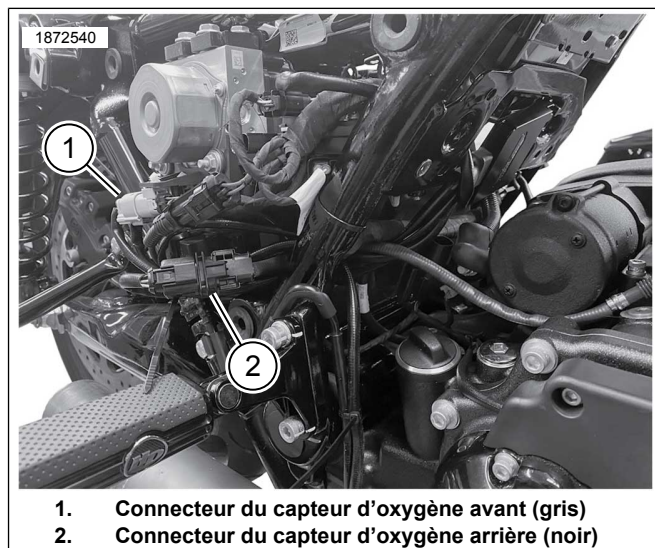
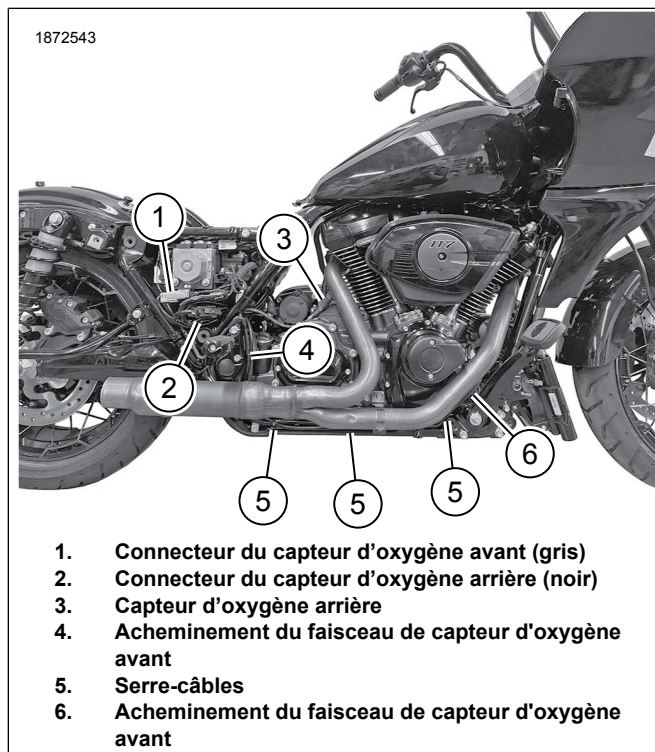
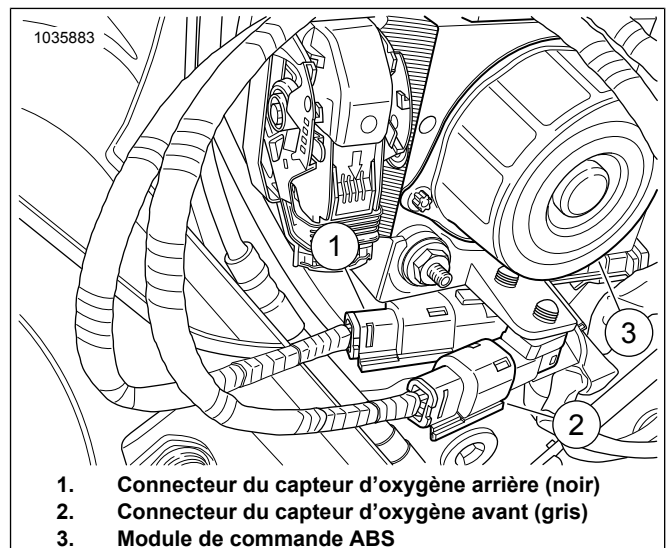

Figure 4. Connexions de faisceau principal ATM
Figure 8. Acheminement du faisceau de capteur ATM
Figure 13. Connexions de faisceau principal ATM
12. Voir Figure 4 et Figure 8. Acheminer les fils (1, 2) des faisceaux de connecteurs des capteurs d'oxygène avant et arrière vers le haut, en direction des connecteurs correspondants. Associer les connecteurs de faisceau par couleur : noir avec le noir, gris avec le gris.
16. Voir Figure 8. **Capteur d'oxygène avant (5, câble de faisceau long) :**
- a. Voir Figure 4 et Figure 5. Pour éliminer l'excès de jeu du faisceau, acheminer le faisceau du capteur d'oxygène arrière dans la zone du couvercle latéral en suivant le même cheminement que les autres connecteurs.
12. Voir Figure 13 et Figure 8. Acheminer les conducteurs du faisceau de connecteurs gris (3) et noir (1) vers l'extérieur, derrière le module de contrôle ABS (2) et connecter au faisceau principal. Associer les connecteurs par couleur : noir sur noir et gris sur gris